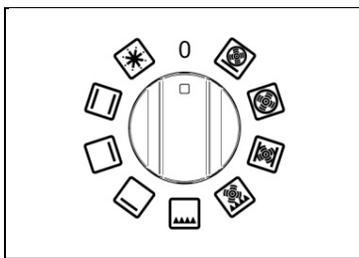
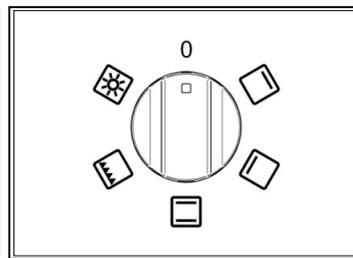

Fig 27A
Fig 28A
**1** Ruotare la manopola funzioni (Fig.27A-27B and Fig.28A-28B) in senso orario per selezionare la funzione che si desidera utilizzare.